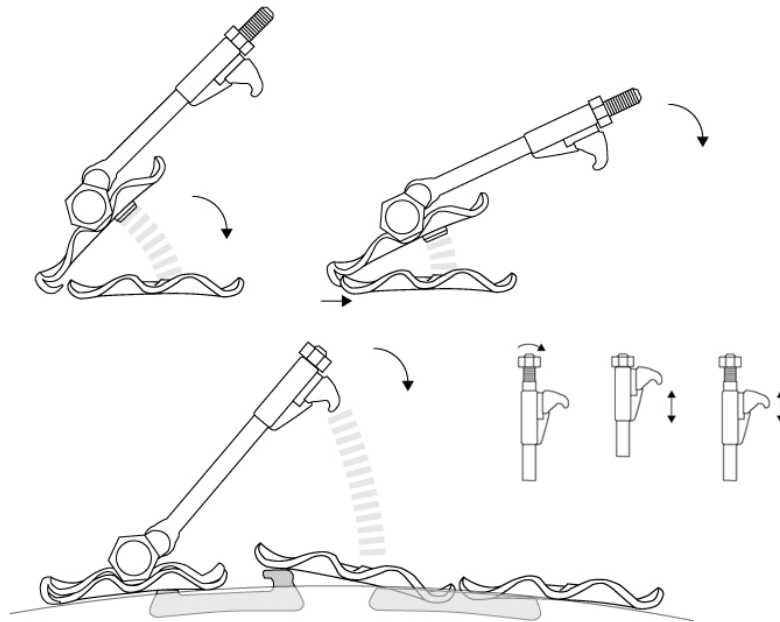
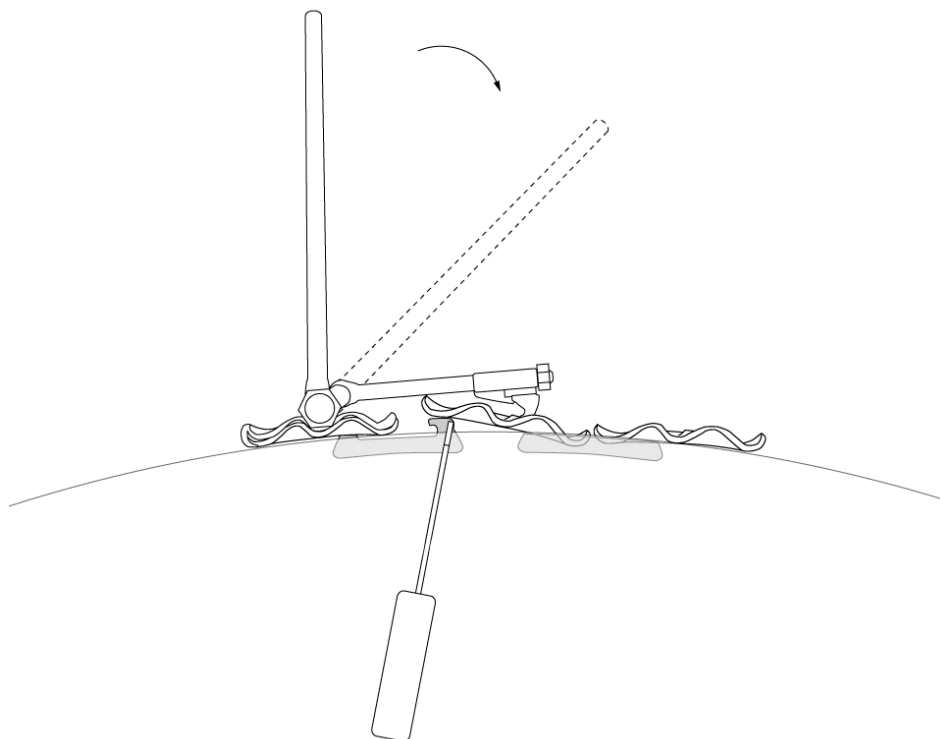

Fig. 5
Fig. 9
5. Per mettere in tensione l'intera catena e fissarne le estremità utilizzare il morsetto (D). Appoggiare il corpo centrale del morsetto (D) sulla piastrina (A) ed inserire i due uncini nelle fessure della piastrina da fissare. La lunghezza del morsetto (D) può essere regolata tramite la vite posizionata all'estremità (Fig. 5).
7. La rimozione del dispositivo antislittamento MITA è molto semplice. Può essere effettuata ponendo il morsetto (4) su qualsiasi punto del dispositivo, in quanto le piastrine (A) sono tutte identiche e sganciabili. Ripetere il posizionamento del morsetto come spiegato nel punto 5 (Fig. 5). Con la chiave in dotazione (E) girare con forza la leva del morsetto (D) di 180° nel verso contrario a quello del montaggio (Fig. 7-8). Il gancio deve uscire dalla fessura della piastrina, se necessario sollevare la piastrina con il cacciavite (F) in modo da liberare il gancio (Fig. 9). Togliere il morsetto (D), stendere le due estremità della catena per terra e spostare l'automobile per liberare le catene da sotto il pneumatico. Per comodità d'uso, le catene possono essere arrotolate e riposte nel contenitore senza essere disfatte.